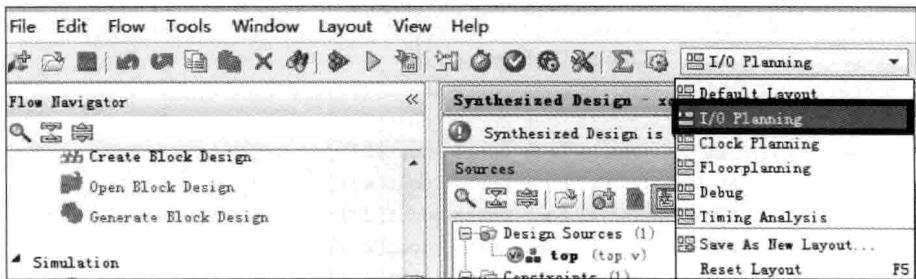

图3.6 选择I/O Planning
- (1) 在Vivado源文件窗口下,单击右键,出现浮动菜单。在浮动菜单内,选择Add Sources...,或者Edit Constraints Sets... (当选择该选项的时候,跳过下面第二步的对话框界面,直接进入第(3)步)。
- (2) 出现Add Sources对话框界面。在该界面下,选择Add or Create Constraints。
- (3) 单击Next按钮。
- (4) 出现Add or Create Constraints(添加或者创建约束)对话框界面。在该界面下,单击Create File...按钮。
- (5) 出现Create Constraints File(创建约束文件)对话框界面。按下面参数设置:
- ① File type: XDC;
- ② File name: top;
- ③ File location: Local to Project。
- (6) 单击OK按钮,返回到添加或者创建约束对话框界面。可以看到添加了名字为top.xdc的约束文件。
- (7) 单击Finish按钮。可以看到在源文件窗口下添加了top.xdc文件。
- (8) 如图3.6所示,在下拉框中选择I/O Planning(I/O规划)。
(12) 单击 OK 按钮。
(13) 如图 3.6 所示,将选项再次切换到 Default Layout。
(14) 在源文件窗口,双击 top.xdc 文件。打开约束文件。下面给出了约束代码清单。